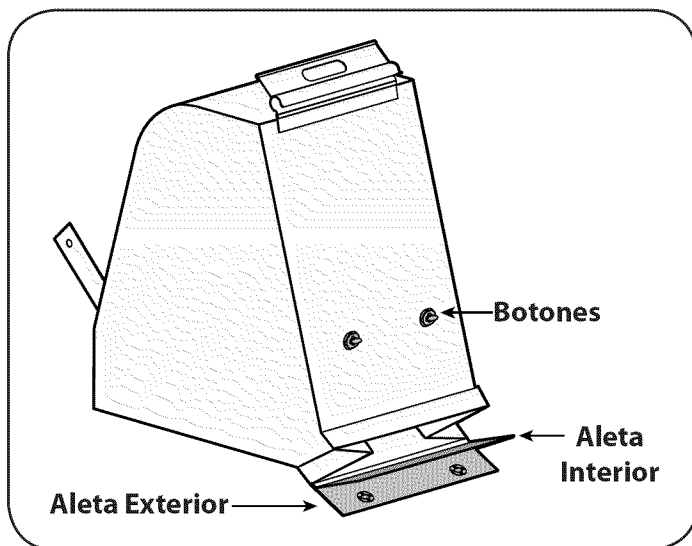

Figura 16
5. Gire los dos botones de la parte posterior de la bolsa para abrirla y vaciar el contenido. Vea la Figura 16. Sostenga la manija y el broche de la bolsa mientras vacía el contenido.
7. Doble la aleta exterior sobre la aleta interior e inserte los botones de la bolsa a través de las salidas metálicas. Vea la Figura 16.